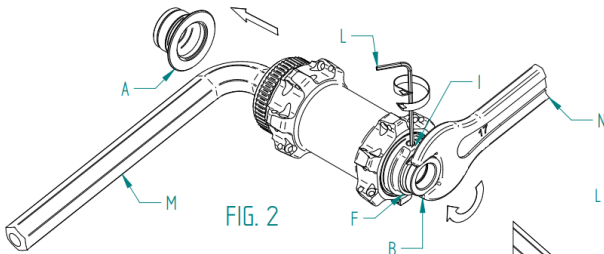

FIG. 2
- Sullo stesso lato da cui avete sfilato lo scontro, infilate una chiave a brugola (M) da 12mm sul perno mozzo e con una chiave da 17mm (N) svitate in senso antiorario lo scontro (B) (Fig. 2)
- Inserite una chiave a brugola da 12 (M) ed inserite nuovamente il perno del mozzo (C) e chiudete lo scontro (B) con la chiave (N) da 17mm alla coppia di chiusura di 15Nm (Fig. 2).
Se necessario effettuare una registrazione del mozzo agendo sulla ghiera (F) (Fig. 2):
- Allentate il grano (I) con una chiave a brugola (L).
- Richiudete il grano (I) (Fig. 2).